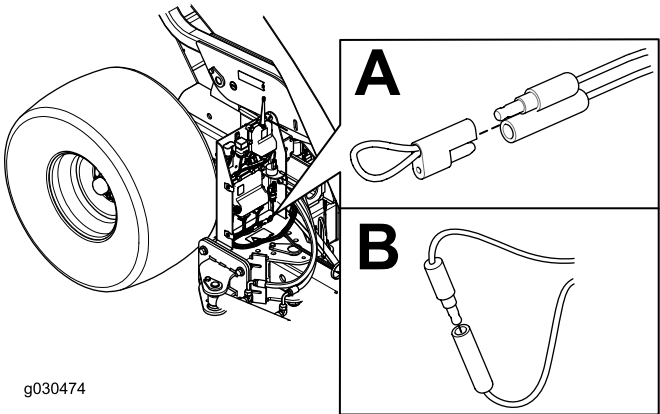

Figura 33
4. Retire el tapón de los 2 conectores de derivación diagnósticos (Figura 33 A).
5. Conecte entre sí los conectores de derivación diagnósticos (Figura 33 B).